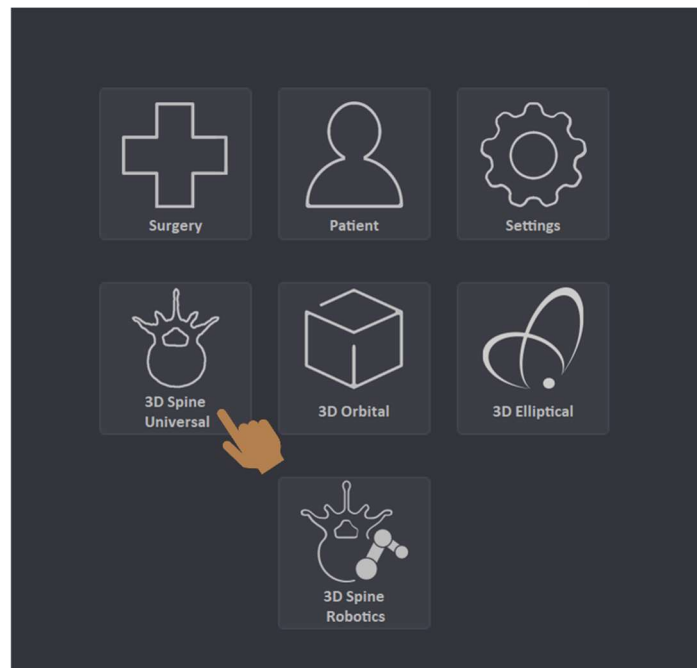

Figure 8 - Lancement application 3D Spine Universal
3. Lancer l'application 3D Spine Universal (cf. Figure 8) et réaliser une acquisition 3D Spine Universal en suivant le workflow du système.